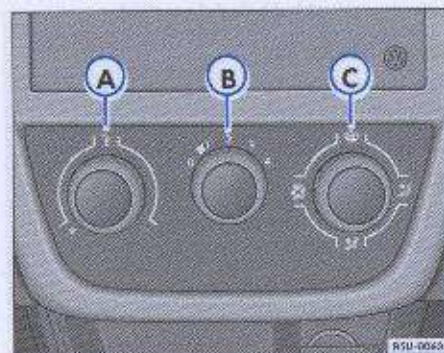

Fig. 93 Detalle en el tablero: mandos
- Gire el mando de temperatura ⇒ fig. 93 A a la izquierda.
- Gire el mando de temperatura ⇒ fig. 93 A a la derecha, hasta alcanzar la temperatura de calefacción36) deseada.
- Gire el mando de temperatura ⇒ fig. 93 A totalmente a la derecha, hasta alcanzar la temperatura de calefacción.
- Gire el mando de temperatura ⇒ fig. 93 A totalmente a la derecha, hasta alcanzar la temperatura máxima de calefacción.
Por los cuatro difusores frontales (dos en el centro y uno en cada extremidad del tablero de instrumentos) sale aire renovado, calentado o no, según la posición del mando ⇒ página 114, fig. 93 A. Estos difusores de aire son seleccionados por el mando C y pueden ser abiertos o cerrados moviendo el cuerpo del deflector. Para apertura de la salida de aire, presione el área indicada ⇒ fig. 94 -flecha-.